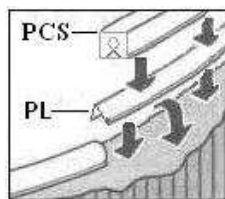

fig. 22
- g) Installer le profilé blanc (PCS) en dessus du profilé PL (fig. 22), tout au long du périmètre de la piscine. Entre les colonnes laissez +/- 10 mm de distance entre les profilés (voir photo 3).